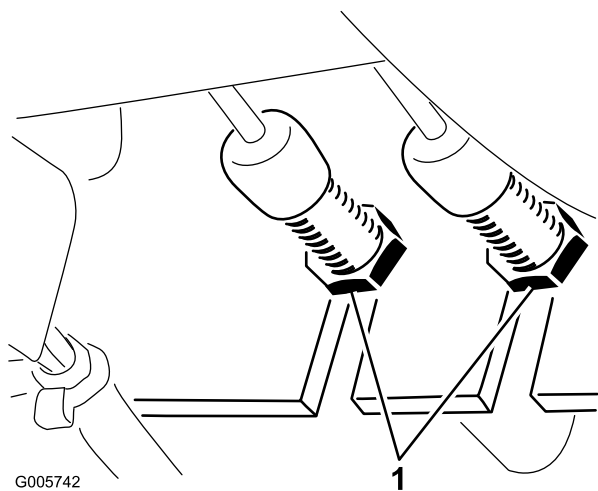

Bild 62
1. Lockern Sie zum Reduzieren des Spiels der Pedale zum Richtungswechsel (Anziehen der Bremsen) die vordere Mutter am Gewindeende des Bremszugs (Bild 62). Ziehen Sie dann die hintere Mutter fest, um den Zug nach hinten zu bewegen, bis die Bremspedale ein Spiel zwischen 13 und 25 mm aufweisen. Ziehen Sie die vordere Mutter fest, wenn die Bremsen einwandfrei eingestellt sind.